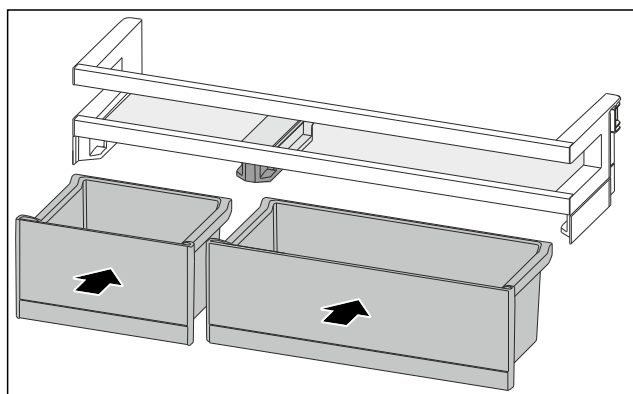

Fig. 86
- ▶ Sett inn VarioBoxer i endret anordning. (se Fig. 86)